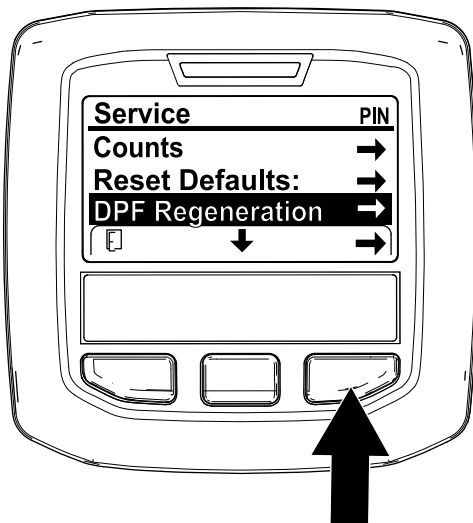

Figure 33
1. Ouvrez le menu Entretien, puis appuyez sur le bouton central pour naviguer jusqu'à l'option RÉGÉNÉRATION DU FAP (Figure 33).
2. Appuyez sur le bouton droit pour sélectionner l'option Régénération du FAP (Figure 33).